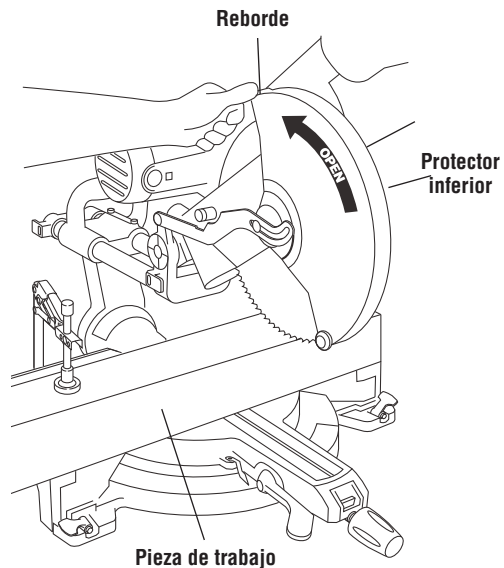

Figura 20. Subida del protector inferior
- La pieza de trabajo debe sujetarse firmemente con abrazaderas. Esto deja libre una mano para subir el protector por el reborde lo suficiente para que no toque la pieza de trabajo (Figura 20).